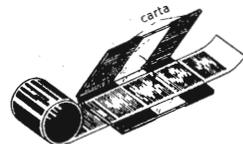

Fig. 307. Porta-negativo: costruzione semplice in lastre di vetro.
Per l'uso come ingranditore, l'apparecchio deve essere provvisto di portanegativa, che costruiamo con due lastre di vetro 50x90 (tagliare delle lastre fotografiche 9x12) alle quali abbiamo smussato gli spigoli dei lati più corti, e con due strisce di carta nera (fig. 307).
L'apparecchio fotografico (10) viene fissato sul pezzo (12) mediante un bullone (14) ($3/8$, lungo 25 mm) che entra nel foro filettato del fondo. Il portanegative più semplice è costituito, come già illustrato, da due lastre di vetro tenute insieme da strisce di carta (fig. 307); le lastre devono però essere lunghe 15 cm e vengono inflatate, dopo aver inserito la pellicola, nello spazio tra l'apparecchio e il fondo della cassetta. Possiamo pure usare il porta-negative secondo la figura 308 in cui la parte C diventa lunga 150 mm e si eliminano cerniere e lamelle.